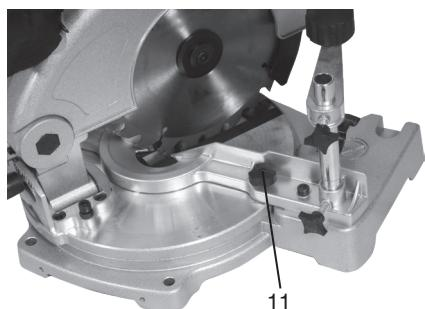

Fig. 6 – Regulagem do esquadro
beçote com relação à base (fig. 6).
- Baixe o cabeçote da máquina e trave com o pino trava da articulação (7).
- Solte o parafuso de trava (11).
- Com auxílio de um esquadro de 90°, ajuste a lâmina em relação ao esquadro da máquina (5) (fig. 6).
- Reaperte o parafuso de trava (11).